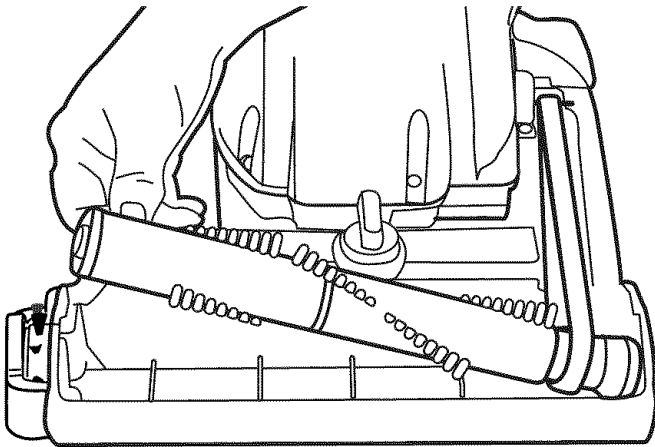

FIG. 31
- Step 3:** Remove the hood from the cleaner and check for a blockage in the brushroll area (FIG. 31). Make sure the hose inlet is clear. **If no blockage is found, continue to step 4.** After the blockage is found and cleared, replace the hood on the cleaner.
**Étape 3 :** Enlever le capot de l'aspirateur et vérifier pour un blocage au niveau du rouleau-brosse (FIG. 31). S'assurer que l'arrivée du tuyau soit dégagée. **S'il n'y a aucune obstruction, continuer à l'étape 4.** Après avoir trouvé et enlevé l'obstruction, remettez le capot sur l'aspirateur.
**Paso 3:** Quite la tapa de la base de la aspiradora y revise para ver si hay alguna obstrucción en el área del cepillo circular (FIG. 31). Asegúrese de que la entrada de la manguera no está obstruida. **Si no encuentra ninguna obstrucción, siga al paso 4.** Después de encontrar y sacar la obstrucción, vuelva a colocar la tapa en la aspiradora.